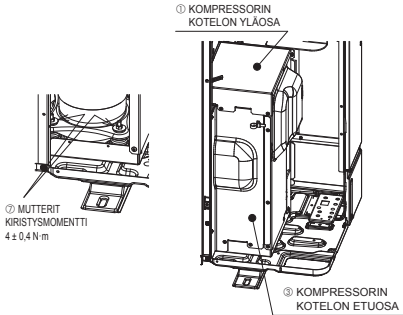

Fig. 4-2
- Kun kompressorin kiinnitysosat on irrotettu, muista kiristää mutterit ja palautta kompressorin kotelon yläosa ja etuosa takaisin alkuperäiseen tilaansa. (Fig. 4-2)